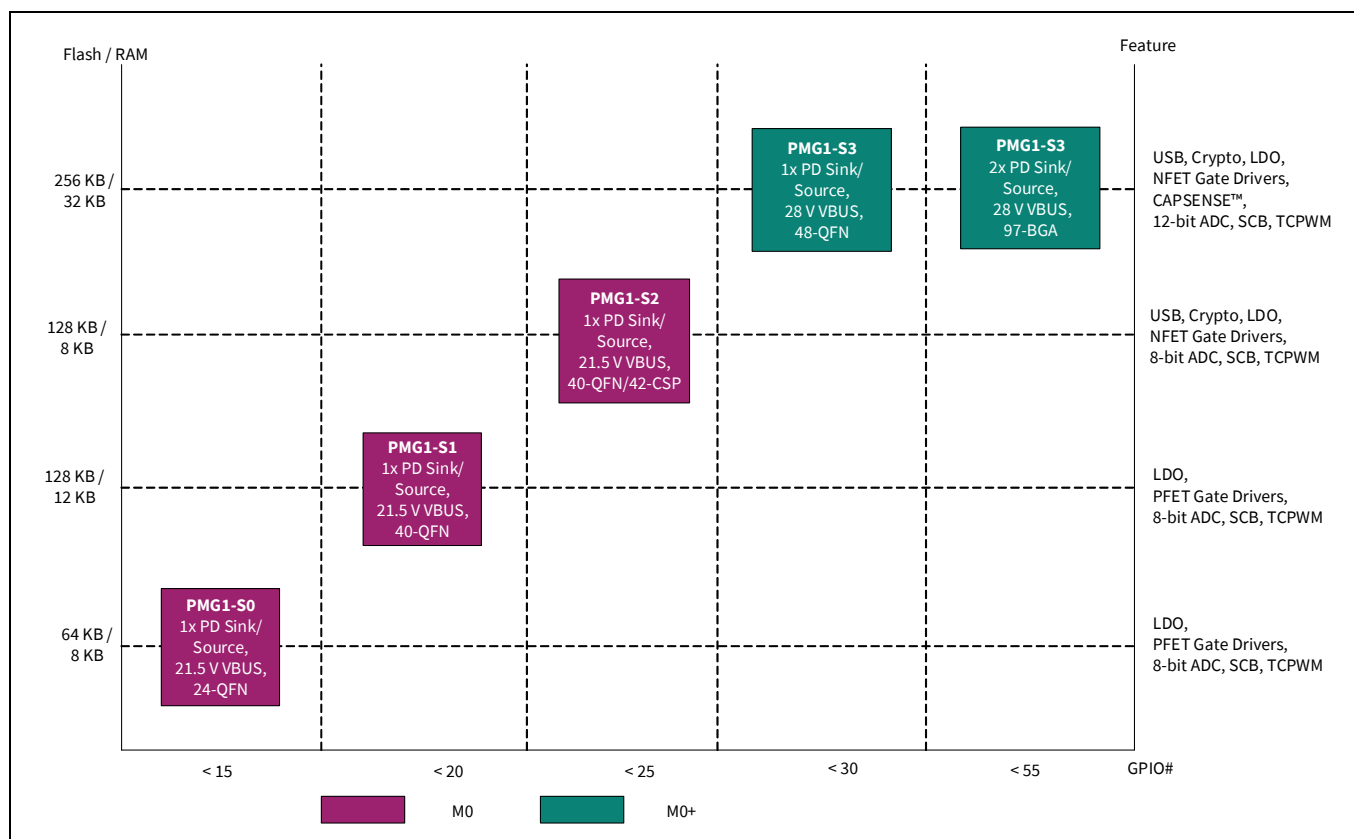

图 1 PMG1 系列细分情况
EZ-PD™ PMG1 (第一代 PD MCU) 是具有电力传输 (PD) 应用的高压微处理器成员之一。这些芯片拥有一个 Arm® Cortex®-M0/M0+ CPU 为内核的微处理器并具有 USB-C PD 控制器以及模拟和数字外设。EZ-PD™ PMG1适用于为嵌入式系统提供经由高压USB PD 端口电源额外的电源供给或消耗控制功能。图1是EZ-PD™ PMG1 系列的应用情况分类。